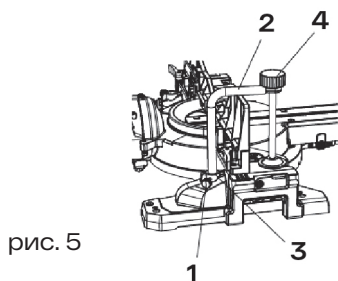
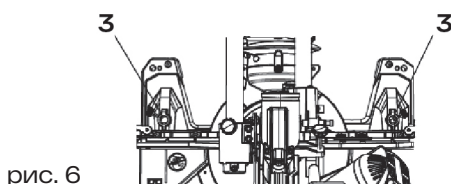

рис. 5
рис. 6
1. Ослабить ручку блокировки прижима (1) в задней части основания пилы (рис. 5).
2. Поместить прижим (2) в одно из крепежных отверстий (3).
3. Затянуть ручку блокировки прижима (1).
4. Ослабить ручку (4) и отрегулировать зажим так, чтобы иметь возможность надежно зафиксировать заготовку.
5. Прижим (2) можно вставить в одно из монтажных отверстий (3), находящихся позади упора (рис. 6).